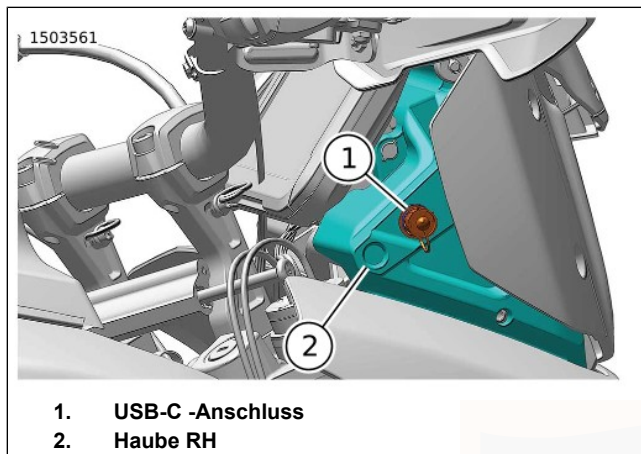

Abbildung 43. USB-C-Anschluss
Siehe Abbildung 43. Das Motorrad verfügt über einen USB-C -Anschluss, um ein Telefon oder Mediengerät aufzuladen und
Siehe Abbildung 43. Der USB-C -Anschluss (1) befindet sich in der Rechtsseitig (RH) -Haube (2).